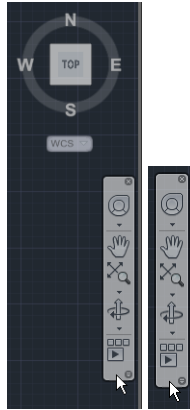

Рисунок 1.13 – Інструменти керування зображенням
У правій частині робочого простору **AutoCAD 2016** розташовані інструменти керування зображенням **ViewCube** та **Navigation bar** (рис. 1.13).
1.2.9 В рядку стану натиснути кнопку **Object Snap**, потім викликати її контекстне меню, в якому обрати пункт меню **Settings**. При цьому з'являється діалогове вікно **Drafting Settings (Установки креслення)** (рис. 1.13). Включити прив'язки за кінцевою точкою **Endpoint (end of)** та перетином **Intersection (int of)**.